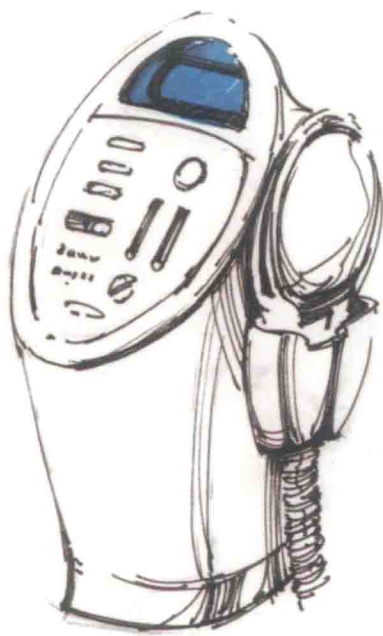

图2-14 小电器的局部表现图
(2) 局部表现法: 只对设计创意中需要的部分进行表达, 突出设计的分量, 弱化其他部分。具体方式可以使用纯度和明度高的色调, 用色彩突出设计的重点, 对于其他部分可以采用灰色调表现(如图2-14)。